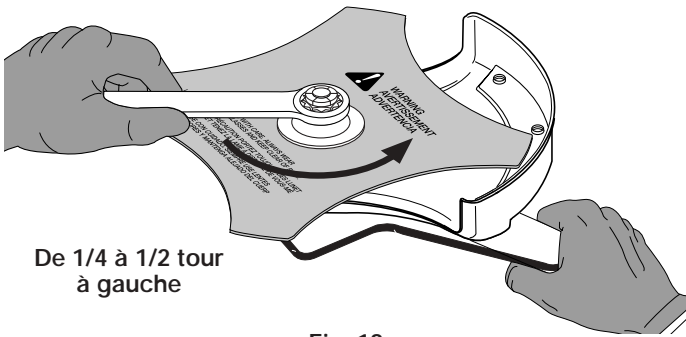

Fig. 18
- Si vous n'avez pas de clé dynamométrique, utilisez une clé fermée ou à douille de 5/8 po et tournez l'écrou jusqu'à ce que la retenue soit bien ajustée contre la bague de l'arbre. Assurez-vous que la lame est bien mise, puis donnez à l'écrou entre 1/4 et 1/2 tour supplémentaire à gauche (Fig. 18).